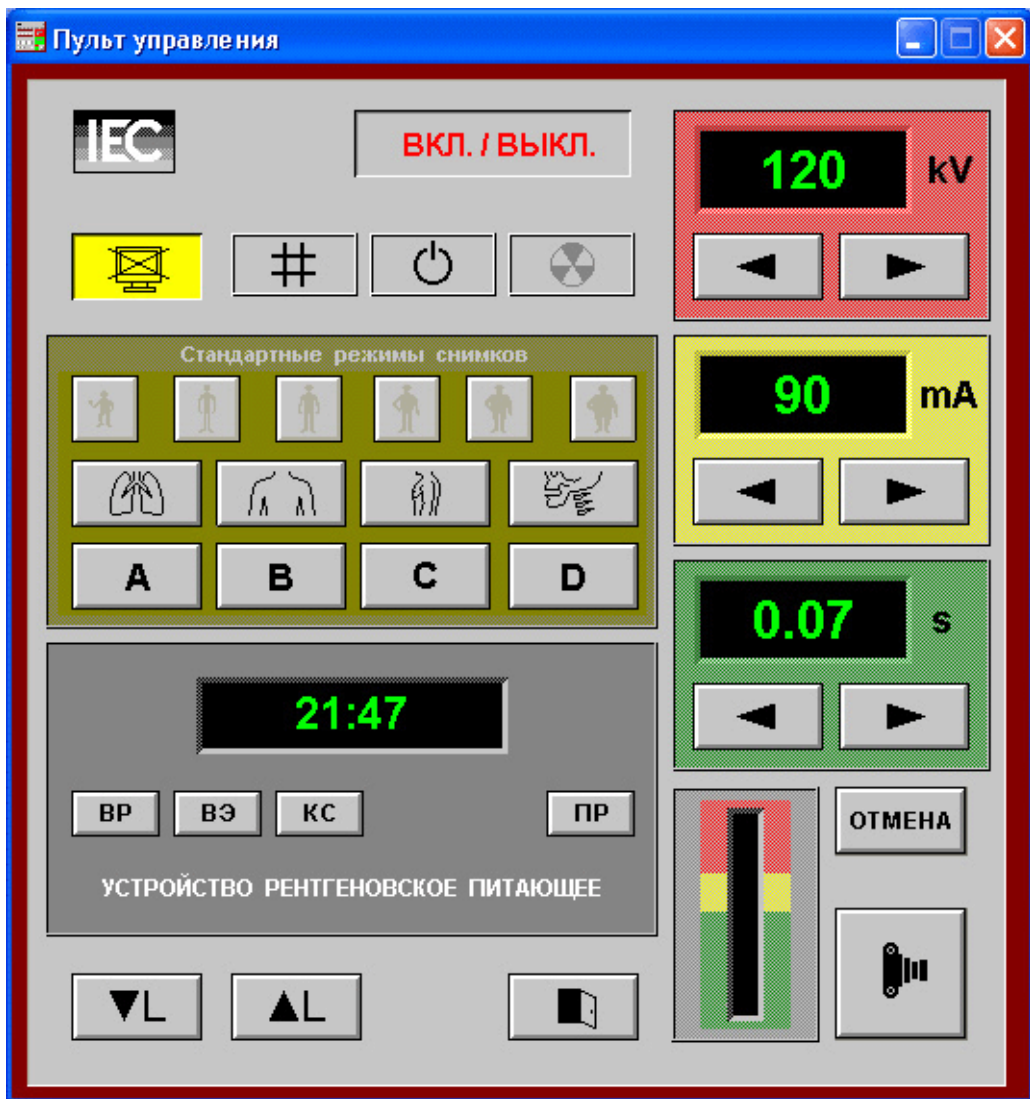

Рис.8 Внешний вид окна «Пульт управления»
9.1. Выполнение экспозиции возможно только на стадии 08h, при этом становится доступной кнопка запуска процедуры пульта управления — «Открыть панель управления». Внешний вид окна «Пульт управления» приведен на рис. 8.